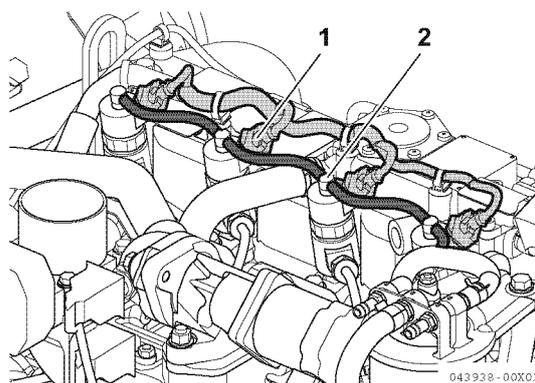

Figure 15-1
3. Retirez les faisceaux d'injecteur (coupleurs) (1, **Figure 15-1**) de tous les cylindres.
4. Retirez le tuyau de retour de carburant (2, **Figure 15-1**) des injecteurs. (Voir *Dépose de l'injecteur* à la page 7-9.)